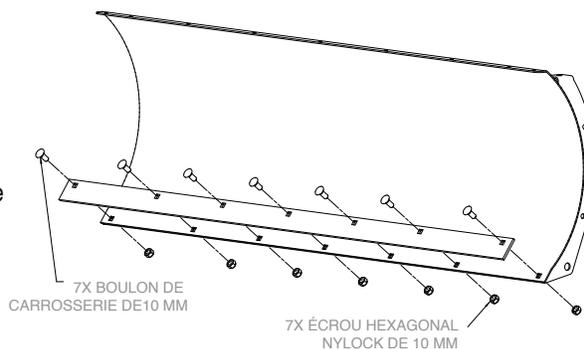

Figure 2 : Assemblage de la barre d'usure au chasse-neige
3. Fixez la barre d'usure au chasse-neige comme le montre la Figure 2. Placez un boulon de carrosserie de 10 mm dans chaque trou carré de la barre d'usure, puis à travers les trous du chasse-neige. Terminez avec un écrou de blocage de 10 mm. Serrez l'écrou à l'aide d'une douille de 17 mm et d'une clé dynamométrique.